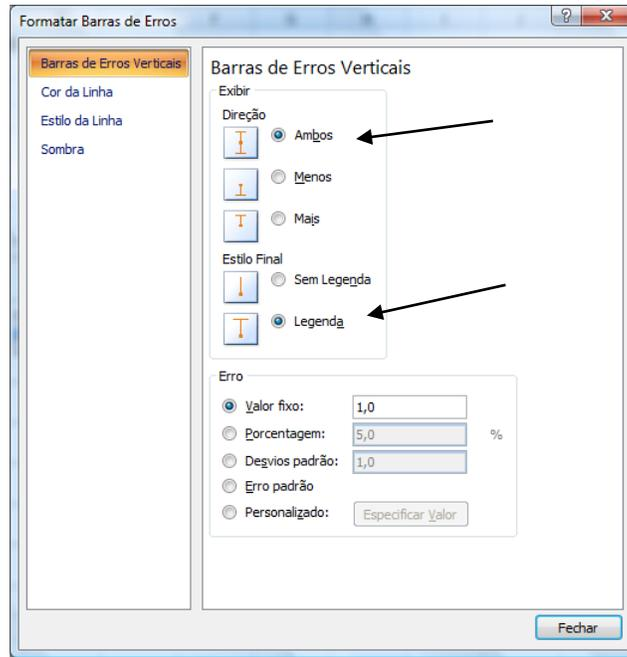

Figura 6. Janela *Formatar Barras de Erros*, e suas diversas opções de manipulação e tratamento das barras de incerteza.
- 3) Será exibida uma janela (Figura 6), *Formatar Barras de Erros*. Na opção *Barras de Erros Verticais*, na caixa *Exibir*, selecione a *Direção Ambos* e o *Estilo Final* com *Legenda*, para que as barras de incerteza apareçam no gráfico acima e abaixo dos pontos experimentais (tanto para mais, quanto para menos), com pequenos traços limitando as barras de erro;